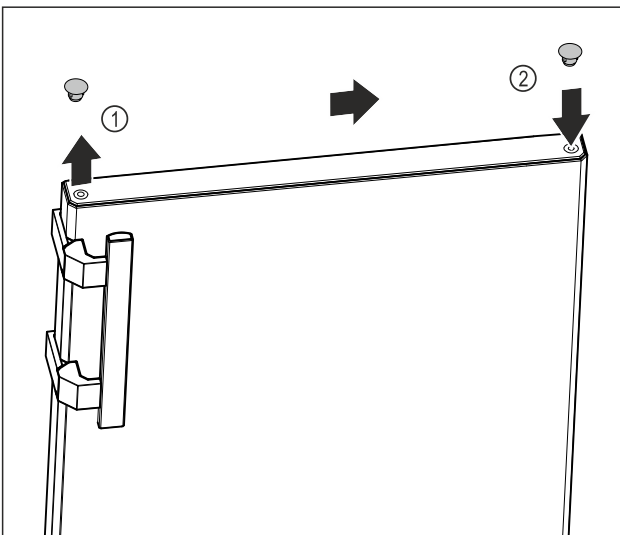

Fig. 13
- Ngrini lart me kujdes tapat mbuluese të anës së derës Fig. 13 (1) me një kaçavidë me kokë petë.
- Vendosni tapat mbuluese në anën e kundërt. Fig. 13 (2)